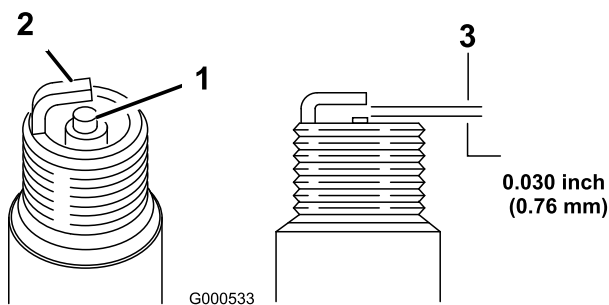

Figure 38
1. Examinez le centre des bougies (Figure 38). Si le bec de l'isolateur est recouvert d'un léger dépôt gris ou brun, le moteur fonctionne correctement. S'il est couvert d'un dépôt noir, c'est généralement signe que le filtre à air est encrassé.
2. Contrôlez l'écartement entre l'électrode centrale et l'électrode latérale (Figure 38). Courbez l'électrode latérale (Figure 38) si l'écartement est incorrect.